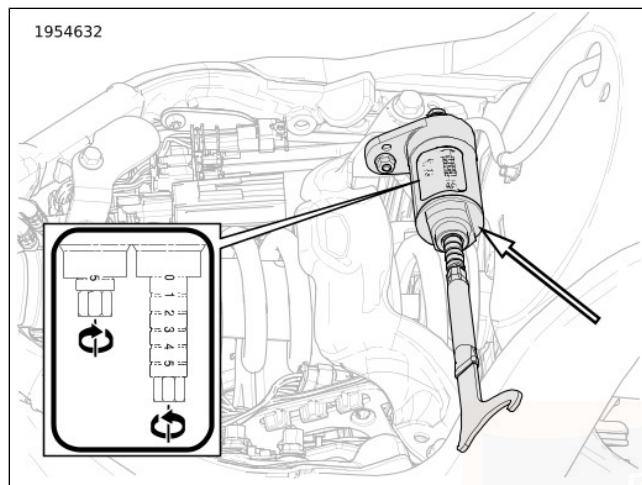

Figure 11. Vis de réglage de la précharge
3. **Circuit hydraulique sous la selle** : voir Figure 11.